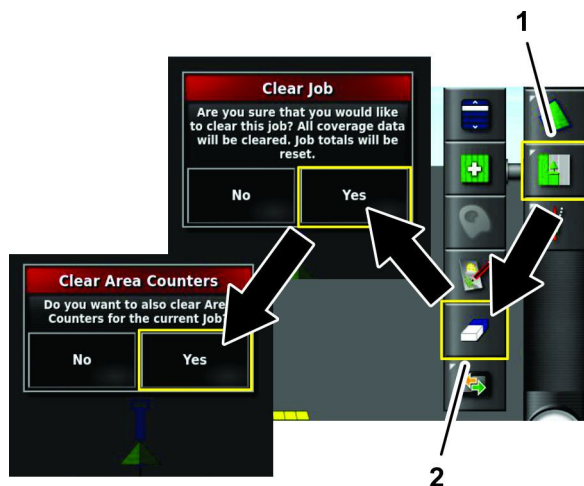

Figura 30
1. Pulse el icono Menú de trabajos (Figura 30).
2. Pulse el icono Borrar datos del trabajo (Figura 30).
3. Pulse el icono Sí del cuadro de diálogo Borrar trabajos (Figura 30).
4. Pulse el icono Sí del cuadro de diálogo Borrar contadores de área (Figura 30).